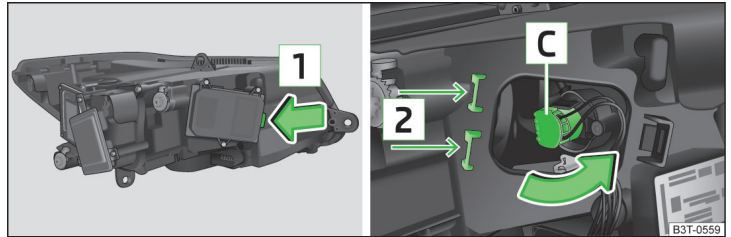

Abb. 202 Scheinwerfer mit Xenon-Licht: Glühlampe für Fernlicht wechseln
- Die Schutzkappe in Pfeilrichtung **1** » Abb. 202 entriegeln und abnehmen.